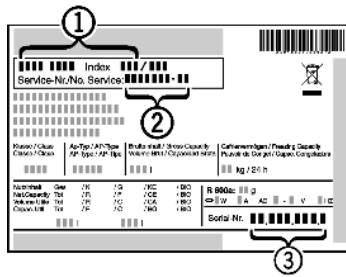

Fig. 16
- Наименование устройства, Fig. 16 (1), сервисный № Fig. 16 (2) и серийный № Fig. 16 (3) считайте с заводской таблички. Заводская табличка находится внутри устройства слева.
- Обратитесь в сервисную службу и сообщите вид неисправности, наименование устройства, Fig. 16 (1), сервисный № Fig. 16 (2) и серийный № Fig. 16 (3).